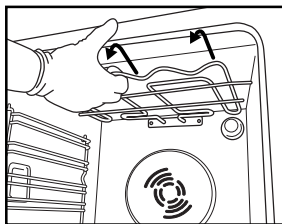
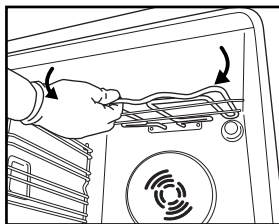

Fig.4
Fig.5
2. Dra ut elementet (Fig. 4) en aning och sänk det (Fig. 5).